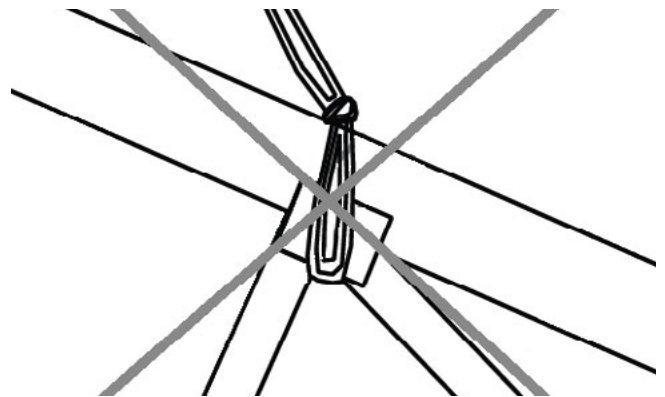

Bild 2 Verbotshinweis: Binderbeschädigung zu befürchten
- Binder niemals am Knotenblech anhängen, s. Bild 2
- Binder bis ca. 12 m Binderlänge können im First angeschlagen werden (Nagelplatte beachten, siehe Bild 2)
- Binder mit größerer Binderlänge sollen mit steilem 2er Gehänge oder Traverse angeschlagen werden (Nagelplatte beachten, siehe Bild 2)
- Binder mit >24 m Binderlänge sollten mit Traverse und/oder Untergurtaussteifung angeschlagen werden (Nagelplatte beachten, siehe Bild 2)